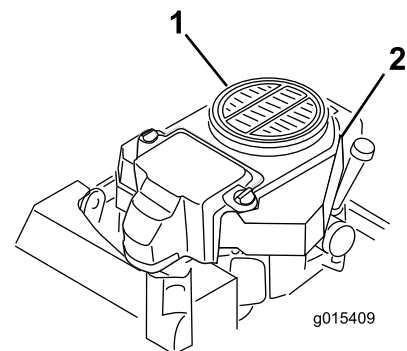

Figure 63
3. Enlevez la grille d'entrée d'air et le boîtier du ventilateur (Figure 63).
5. Remettez la grille d'entrée d'air, le lanceur et le carter du ventilateur (Figure 63).